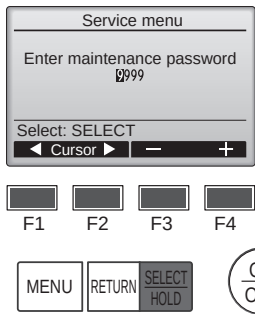

Fig. 7-2
- 2 Una vez seleccionado el Menú Revisión aparecerá una ventana que pide la contraseña. (Fig. 7-2)